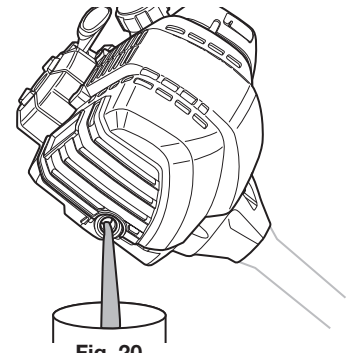

Fig. 20
3. Incline la unidad verticalmente para verter el aceite fuera del orificio de llenado de aceite y al interior del recipiente (Fig. 20). Deje bastante tiempo para que se drene completamente.